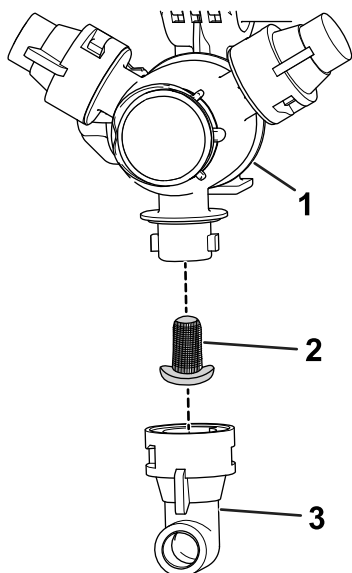

Figura 98
2. Rimuovete l'ugello dalla torretta di irrorazione (Figura 98).
3. Rimuovete il filtro dell'ugello usato (Figura 98).
4. Montate il nuovo filtro dell'ugello (Figura 98).
5. Montate l'ugello sulla torretta di irrorazione (Figura 98).